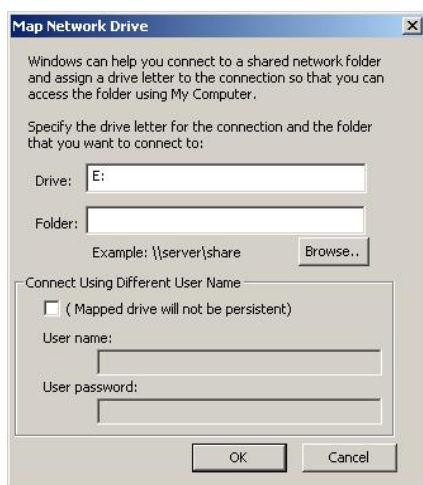

FIGURA 13.12.6
3. En la caja de texto **Drive**, teclee **"E:"**. Usted debe teclear ambas, la "E" y el ":". Ver Figura 13.12.6. (Las letras de disco duro de la A hasta la D ya son utilizadas).